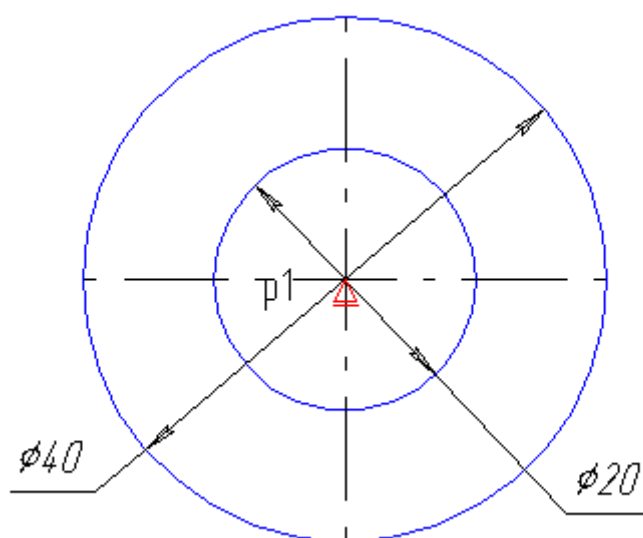

Рисунок 4.3 – До вправи № 4.1
**Вправа № 4.1:** Побудуйте деталь Кільце за зразком (рис. 4.3) таким чином, щоб зовнішній діаметр кільця був завжди у два рази більше внутрішнього. Зміна зовнішнього діаметра повинна виконуватися автоматично при зміні внутрішнього. Побудова параметричної моделі з використанням змінних і рівнянь.